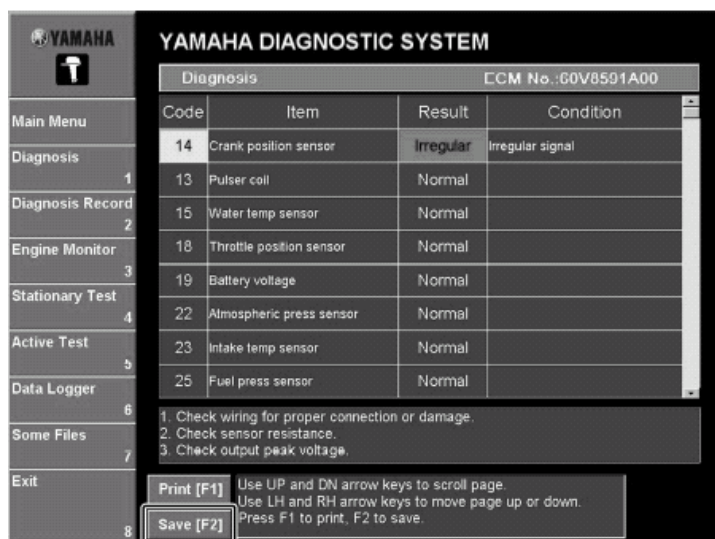

Рис. 37
1. Щелкнуть **Сохранить[F2](Save [F2])** или нажать, F2 на клавиатуре. отображается диалоговое окно **Сохранить как(Save As)** . (Рис. 37)